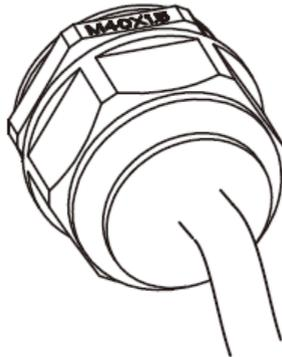

Imagen 5.11 Apriete de la caja de unión AC
- 3) Utilice un destornillador para la placa de conexión AC. Apriete todos los tornillos de los conectores de protección , como se muestra en la imagen 5.11